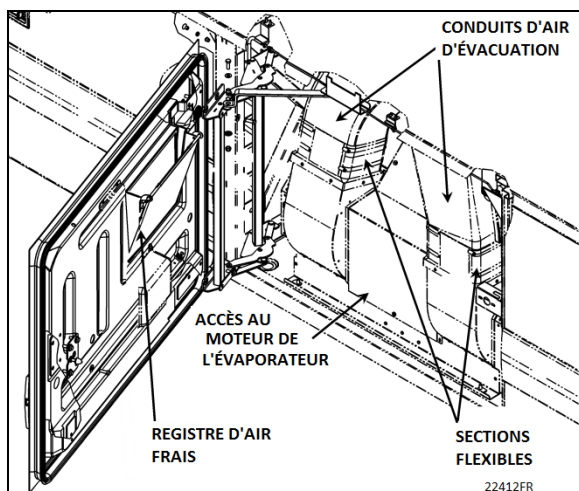

FIGURE 84: ACTUATEUR DU REGISTRE D'AIR NEUF DE LA ZONE DES PASSAGERS DE LA SÉRIE X3
- Séries X3 – Dans la porte du compartiment de l'évaporateur (Figure 84).